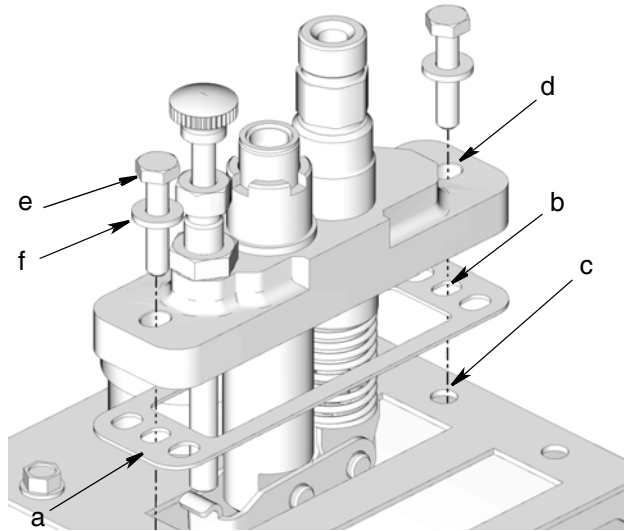

図 1
2. ガasketのいずれかの末端の穴 (b) が油受けカバー内の取付穴 (c) と一致していることを確認しながら、ガスケット (a) を油受けカバーの上部の開口部に合わせます (図 1)。
5. ポンプのいずれかの端の穴 (d) を油受けカバー内の取付穴 (c) に合わせて、ポンプを油受けに取り付けます。(図 1)